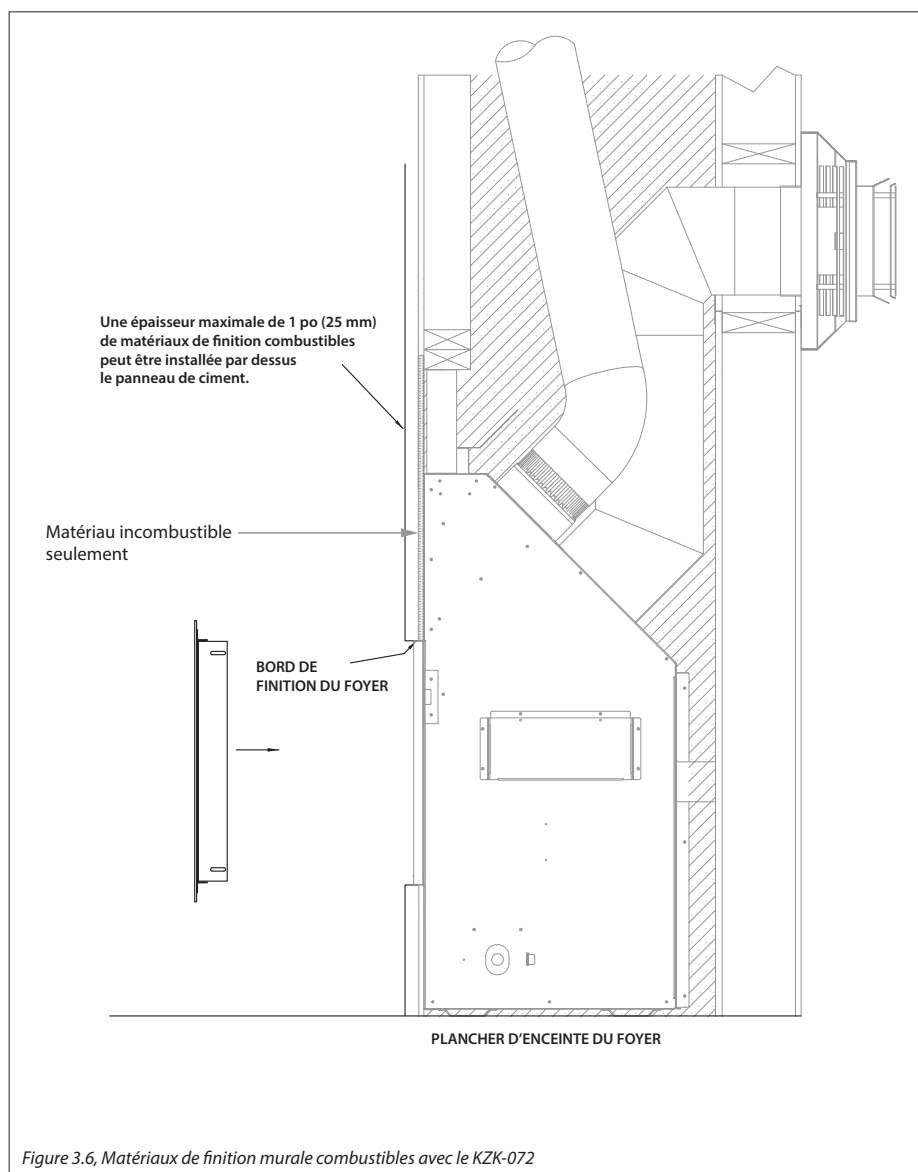

Figure 3.6, Matériaux de finition murale combustibles avec le KZK-072
- La Figure 3.6 montre l'installation de matériaux combustibles de finition murale d'une épaisseur maximale de 1 po (25 mm). Ces matériaux combustibles sont installés par dessus tous les matériaux incombustibles exigés, tels que montrés à la Figure 3.1 (page 9).